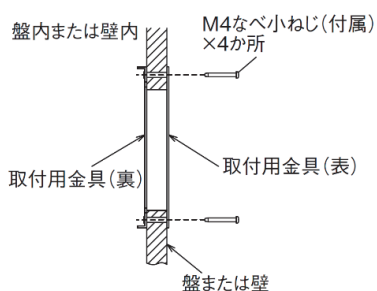

図3.4.4
- 取付金具を固定するときは、正しい方向に取付けられていることを確認してください。(図 3.4.4)